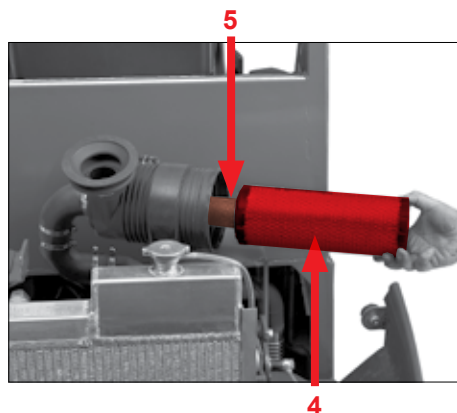

Fig. 106
- Rengør eller udskift hovedfilterelementet pos. 4 (Fig. 106) ved eftersynene eller hvis kontrol-lampen til luftfilteret lyser på instrumentbrættet mellem eftersynsintervallerne pos. 14 (Fig. 14)!
2. Tag hovedfilterelementet af pos. 4 (Fig. 106). Sikkerhedsfilterelementet afmonteres ikke.
Hvis det under vedligeholdelsen af tørluftfilteret står klart, at der er udført en vedligeholdelsesfejl, eller at hovedfilterelementet er beskadiget, skal sikkerhedsfilterelementet pos. 5 (Fig. 106) udskiftes.
3. Tag hovedfilterelementet af pos. 4 (Fig. 106).
4. Tag sikkerhedsfilterelementet af pos. 5 (Fig. 106).